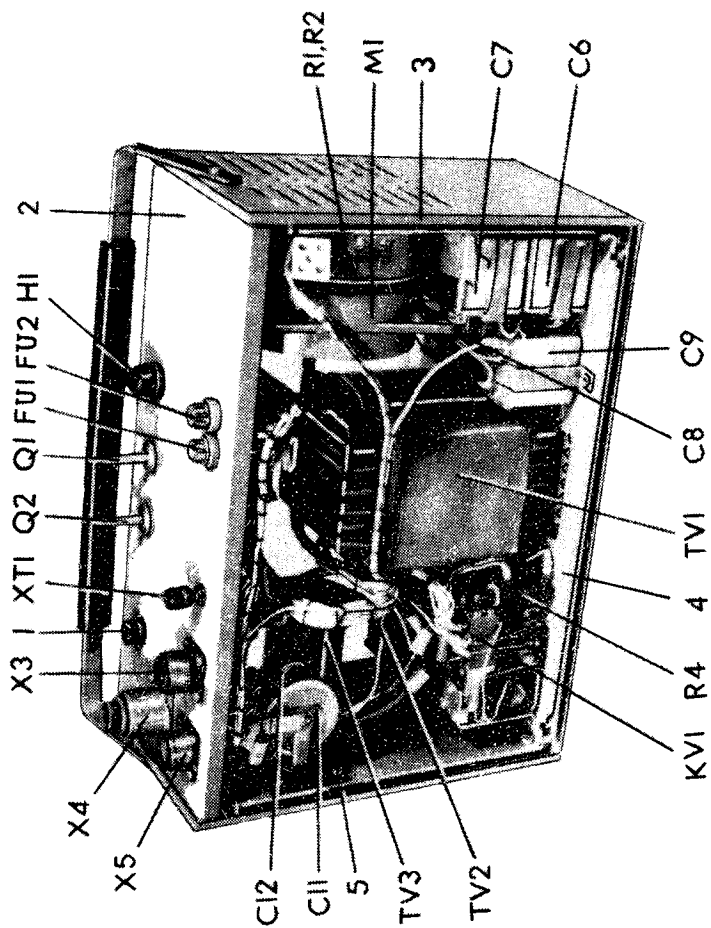

Рис. 7
7.1.2 В зависимости от аналитической задачи на блоке питания включите один из режимов. Для получения дугового режима тумблер Q1 (рис. 7) установите в положение ДУГА, для получения искрового режима – в положение ИСКРА.
7.1.5 Регулируя величину искрового промежутка рукояткой 1  (рис. 7), добейтесь устойчивого горения дуги без перебоев зажигания.
7.1.9 При анализе трудновозбудимых элементов (кремний, фосфор) рекомендуется подключать дополнительную емкость тумблером Q2 ЕМКОСТЬ (рис. 7) на блоке питания.
8.2.1 Чистку контактов реле KV1 (рис. 7) типа РПУ-2 производите спиртом марки А ГОСТ 17299-71 один раз в три месяца.